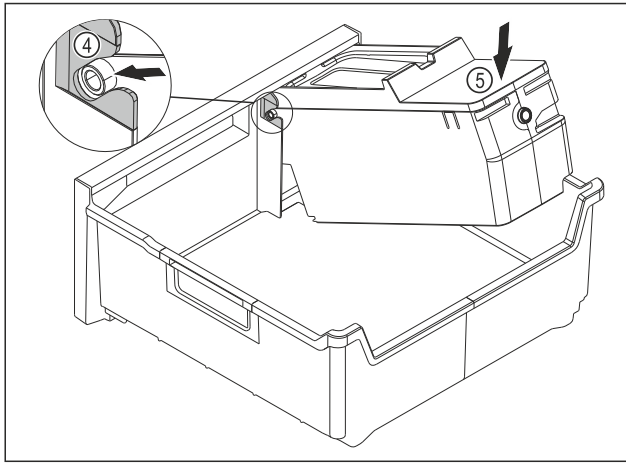

Fig. 134
- ▶ EasyTwist-Ice-Korpus montieren: Achsen des EasyTwist-Ice-Korpus in die Führungen Fig. 134 (4) einschieben.
- ▶ EasyTwist-Ice-Korpus Fig. 134 (5) hinten nach unten drücken.